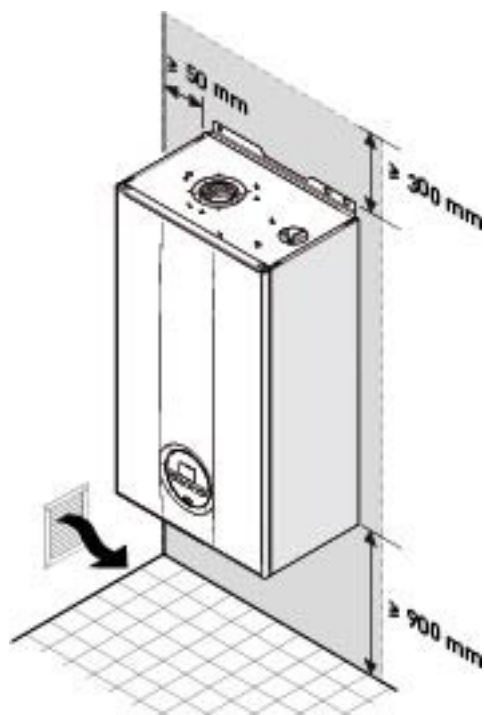

Fig. 11
- Tenga en cuenta los espacios necesarios para poder acceder a los dispositivos de seguridad/regulación y para poder llevar a cabo las tareas de mantenimiento (véase Fig. 11).